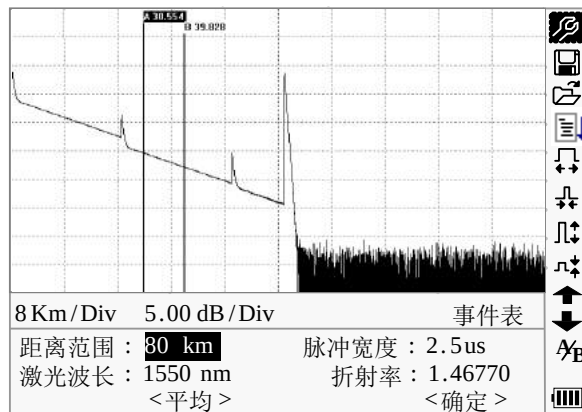

图 4-11. 在实时模式下调整测试参数
- 在实时测试时，通过按键[▲]与[▼]将焦点移到 $\mathcal{P}$ ，按[Enter]键进入如图 4-11 所示参数框